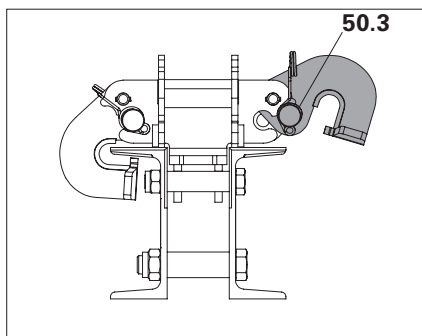

Fig. D5.04
1. Sollevare il perno di fissaggio (50.3). (Fig. D5.04 + D5.04a)